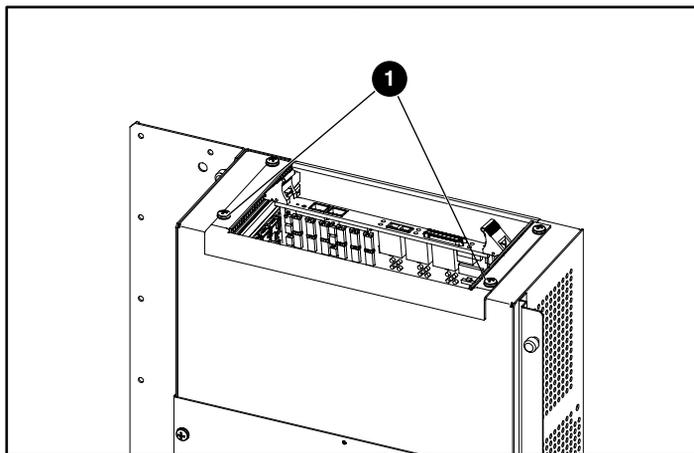

Figure 14 : Retrait des vis de la cage d'extension
1. Retirez les deux vis par lesquelles l'avant de la cage d'extension est fixé au compartiment électronique (reportez-vous à la Figure 14).